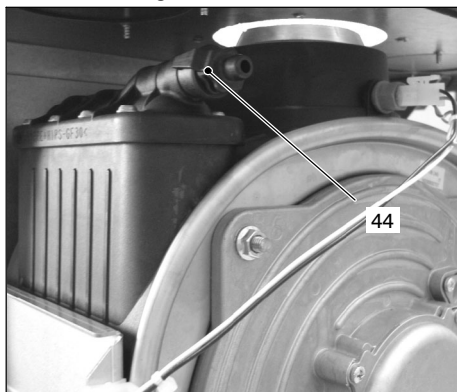

fig. 9.5
- 4 Per facilitare lo svuotamento, allentare il raccordo di sfiato scambiatore primario condensante 44 in fig. 9.5.